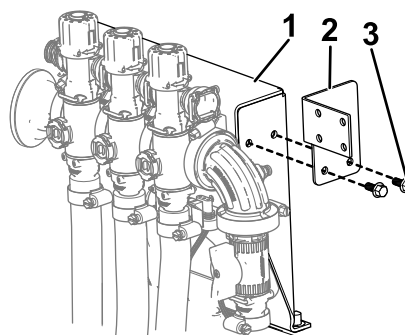

Рисунок 17
2. Установите монтажный кронштейн клапана на монтажную раму клапана с помощью 2 болтов с фланцевыми головками (¼ x 0,625 дюйма), как показано на Рисунок 17.